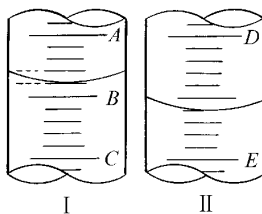

图 1-1-8
8. (1)如图 1-1-8,图 I 表示 10 mL 量筒中液面的位置,A 与 B,B 与 C 刻度间相差 1 mL,如果刻度 A 为 4,量筒中液体的体积是\_\_\_\_\_ mL。